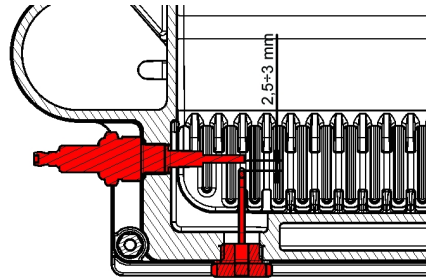

Рис. 24 Зажигающий электрод
- 2) после повторной его установки обратить внимание чтобы внутренний провод находился в вертикальном положении и проверить правильное расстояние между электродом а внутренним проводом (Рис. 24)
В случае замены и контроля электрод зажигающей и контроля пламени необходимая проверка их правильного положения и расстояния между ними как указано на рис. 24